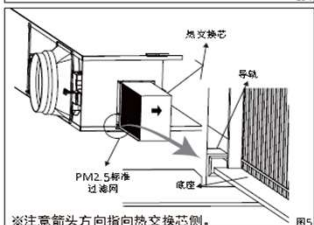

图5
⑤请将PM2.5标准过滤网底座插入导轨，沿导轨划入全热交换器内部。(图5)